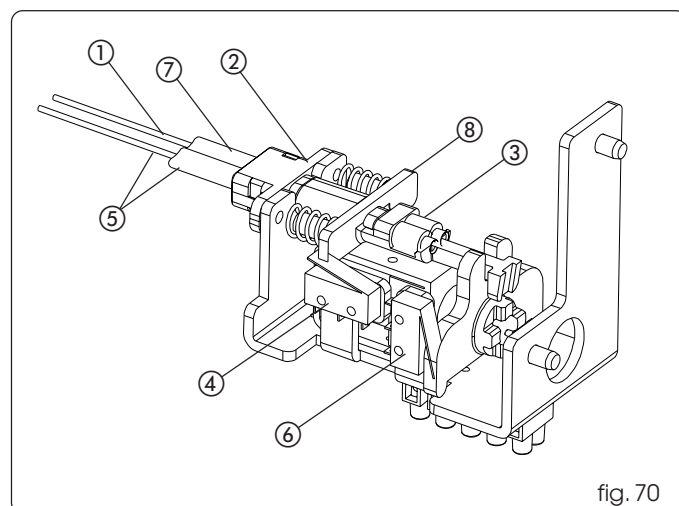

fig. 70
- Approcher le câble avec la gaine de la pièce ② de la figure 70 et couper la gaine en excès.
- Faire passer le câble (fig. 70 réf. ①) à l'intérieur de la pièce ② en amenant la gaine contre la butée (fig. 70 réf. ⑦).
- Introduire le câble dans l'étau (fig. 70 réf. ③).
- Tirer la pièce ⑧ en butée (en comprimant les ressorts) et visser la vis de l'étau ③ en bloquant le câble en acier.
- Débloquer la poignée en la tournant de 90° et vérifier que le déverrouillage fonctionne. Vérifier par ailleurs qu'en tirant la poignée, on active le microinterrupteur d'ouverture de la porte (fig. 70 réf. ④).
S'il est nécessaire d'installer le déverrouillage externe, utiliser les boutons-poussoirs à clé T211F ou T21EF. Introduire le câble de déverrouillage sur le dispositif de blocage du moteur en utilisant le logement spécifique (fig. 70 réf. ⑤).
Le microinterrupteur de surveillance, est un accessoire qui vérifie le fonctionnement correct du dispositif de blocage du moteur et, en cas d'erreur, il le signale par l'intermédiaire de SD-Keeper. Installer le microinterrupteur de surveillance d'après la figure 70 réf. ⑥. Pour la connexion électrique et la programmation, consulter l'instruction dans la section relative à la platine électronique.